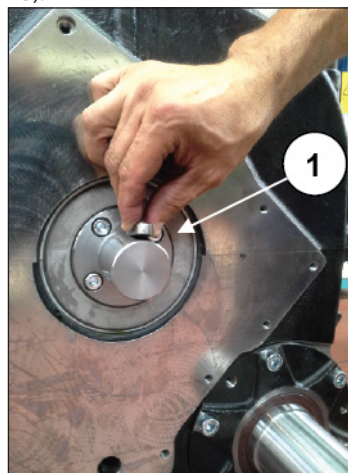

Fig. 124
Inserire le 2 bocche di centraggio corpo pompa olio (pos. ①, Fig. 124).